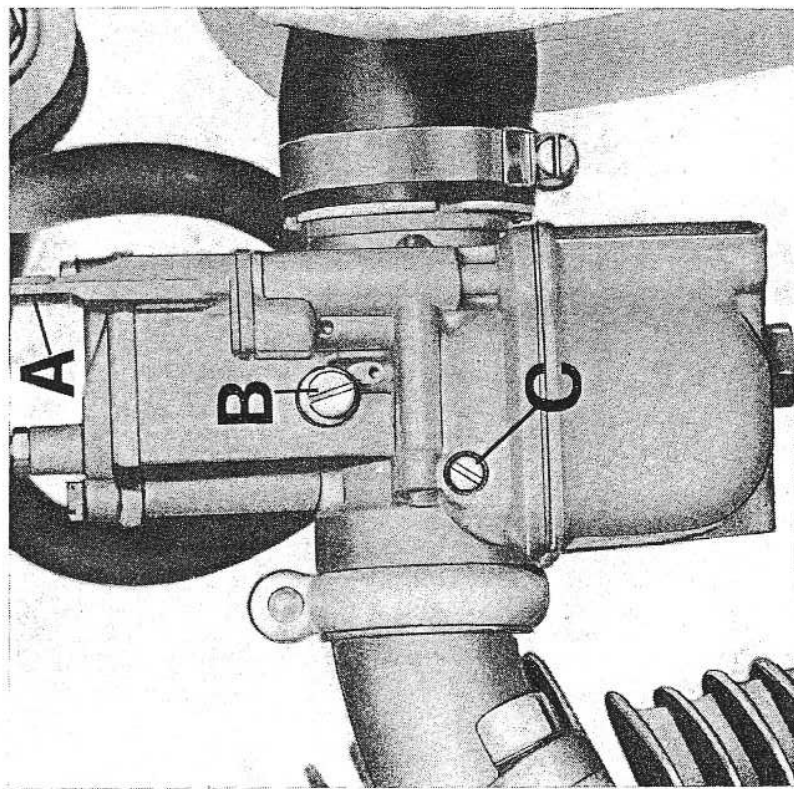

Fig. 14
- Levetta comando dispositivo per facilitare l'avviamento a MOTORE FREDDO a sinistra sul carburatore stesso (vedere A di fig. 14).
Per la partenza a MOTORE FREDDO azionare la levetta (A di fig. 14) portandola in posizione di avviamento (verticale). Dopo qualche secondo nella stagione calda, e qualche minuto, nella stagione fredda, che il motore è avviato, portare detta levetta in posizione di marcia (orizzontale).
(ved. fig. 14)
- 2) Controllare che la levetta comando dispositivo di avviamento (A di fig. 14) sia in posizione di marcia (orizzontale).
- 3) Avviare il motore e portarlo a temperatura di funzionamento (MOTORE CALDO), avvitarlo a fondo la vite di regolazione minimo benzina (C) e svitarla successivamente di 3/4 di giro.
- 4) Agire sulla vite (B) fino ad ottenere un regime di circa 1000 giri/1'.